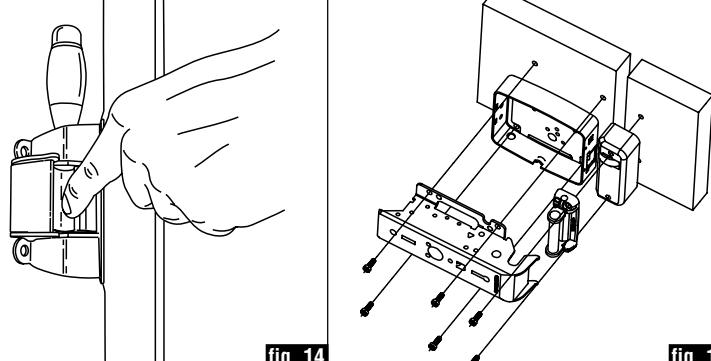

fig. 14
- открыть дверь ключом или кнопкой, затем действовать вручную на вращение крючка до того, пока он не будет находиться в положении открыто (во время вращения сначала замечается легкое трение, потом следует щелчок) (рис. 14).